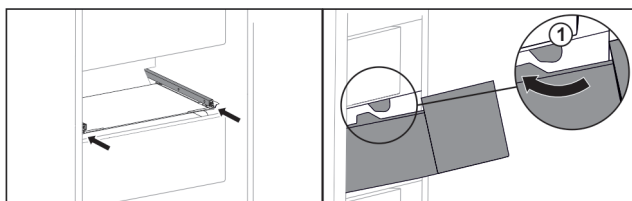

Fig. 50
- ▶ Før skuffen omkring stoppene Fig. 50 (1).